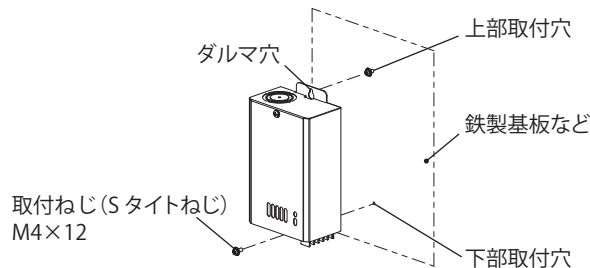

図 4 取付
3. 本製品のダルマ穴を、2. で準備した取付ねじに引掛けた後、下部取付穴(M4 またはφ3.8 抜き穴)へ取付ねじ(S タイプねじ) M4×12 にて固定してください。(図 4)